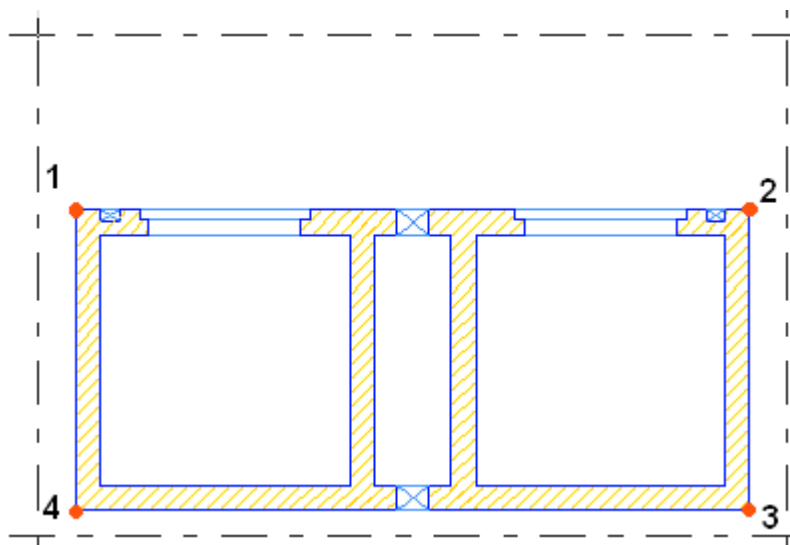

Figura 190: Poziționarea plăcii
2. Clic pe colțurile plăcii ca în Figura 190.